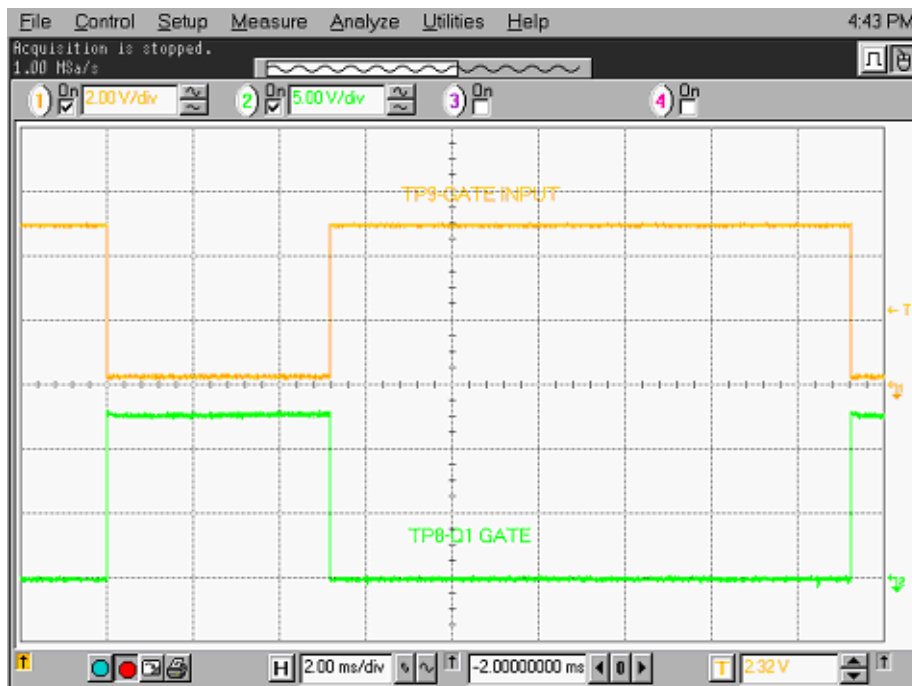

Abbildung 60 – Ansteuerungsimpulse
18. Vergewissern Sie sich, dass die Signale an TP9 und TP8 wie in Abbildung 60 auf Seite 85 aussehen.
22. Wenden Sie ein 33%-Arbeitszyklussignal mit 60 Hz mit einem Pegel von 0 bis +2 V zwischen dem TB1-2-Eingang und COM an. Überprüfen Sie, ob die Signale wie in Abbildung 60 bis Abbildung 64 auf Seite 87 aussehen. Beachten Sie, dass in Abbildung 64 auf Seite 87 zwischen der ansteigenden Flanke des U4-Stift7-Impulses und der abfallenden Flanke des TP7-Signals eine Zeit von 220 μ s, +/-20 μ s, liegen muss.